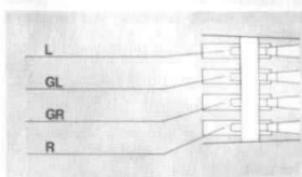

Fig. 16
3. Die Anschlüsse am Systemträger und Tonabnehmersystem sind gekennzeichnet (Fig. 16). Verbinden Sie die Anschlußlötstellen des Systemträgers mit den entsprechenden und gleich gekennzeichneten Anschlußstiften des Tonabnehmersystems.
3. Les connexions sur le porte-cellule et la cellule sont repérées. Reliez les cordons du porte-cellule aux broches de la cellule portant le même repère (Fig. 16).
3. The connection inputs on the cartridge holder and on the cartridge are color coded. Connect the leads on the cartridge holder to the correspondingly coded connection pins of the cartridge (Fig. 16).